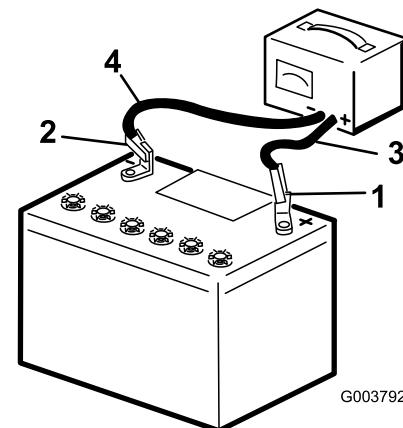

Figure 39
2. Chargez la batterie pendant 10 à 15 minutes entre 25 et 30 A, ou pendant 30 minutes à 6 A (Figure 39). Ne chargez pas la batterie excessivement.
| 3. Quand la batterie est chargée au maximum, débranchez le chargeur de la prise, puis débranchez les fils du chargeur des bornes de la batterie (Figure 39). |                              |